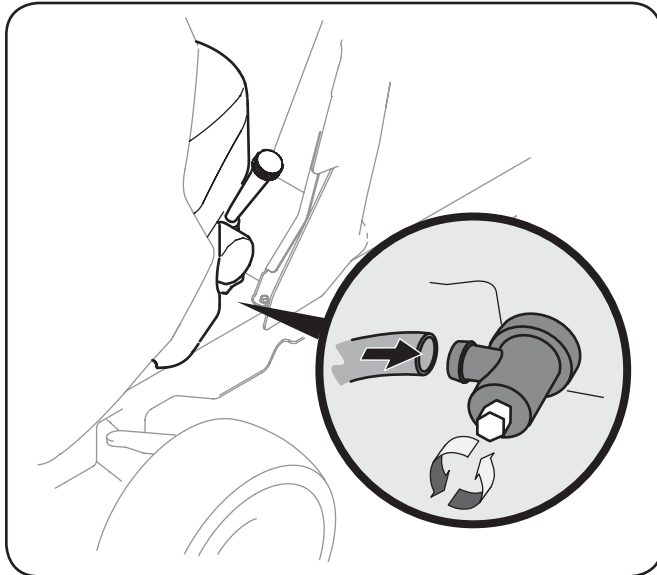

Figura 6-1
4. Empuje la manguera de drenaje de aceite (embalada con este manual) en el puerto de drenaje de aceite. Coloque el extremo opuesto de la manguera en un recipiente de recolección de aceite adecuado con al menos una capacidad de 2.5 cuartos, para recoger el aceite usado. Véase la figura 6-1.
5. Abra el tapón de vaciado aflojando el perno en el lado del enchufe. Véase la figura 6-1.